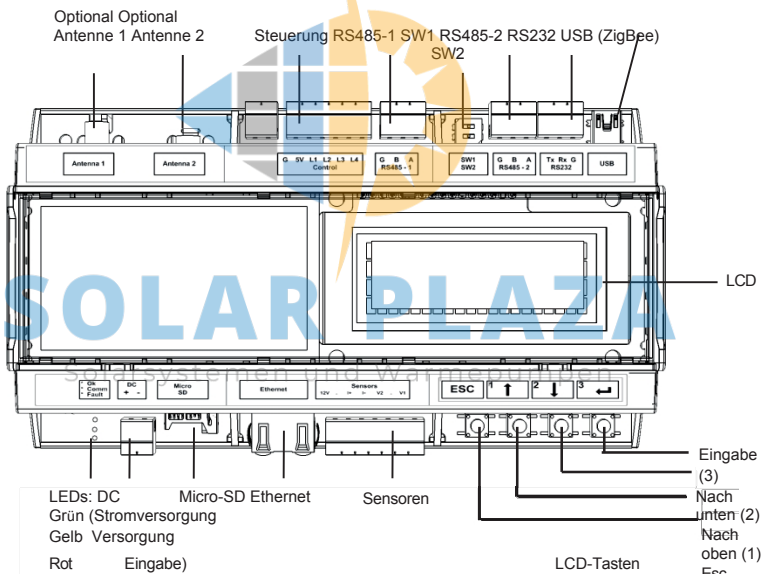

Abbildung 3: Schnittstellen des Steuerungs- und Kommunikations-Gateways
Zur Steuerung der LCD-Menüs werden vier Tasten verwendet (siehe Abbildung 3):
- 1 Stecken Sie den Gleichstromstecker des Netzteils in das SolarEdge-Gateway (siehe Abbildung 3).
- 2 Schließen Sie das Netzteil an das Wechselstromnetz an. Die LEDs leuchten kurz auf, um den Stromanschluss anzuzeigen (siehe Abbildung 3).